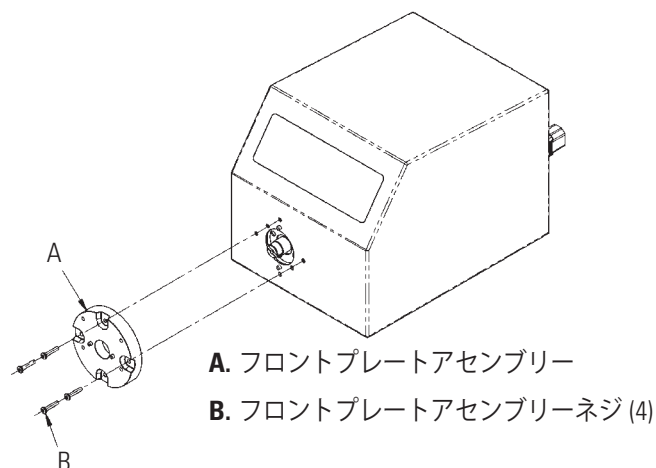

図 4-3. シャフトシール点検
2. フロントプレートアセンブリー (図4-3、アイテムA参照) を駆動部に取り付けている4個のネジ (図4-3、アイテムB参照) を外し、フロントプレートアセンブリーを駆動部から外してください。プレートアセンブリーを外すときのハンドルにするために、ポンプが取り付けられていた穴に#8-32ネジを留めることもできます。アイテムBのネジは、ステップ8で使います。代用ネジは決して使わないでください。
8. フロントプレートアセンブリーを、シャフトの上を滑らせて希望する方向でピンの場所まではめます。(90度回転させた4種類の構成が可能)。ステップ 2 で外した4個のネジをはめてください (図4-3参照)。